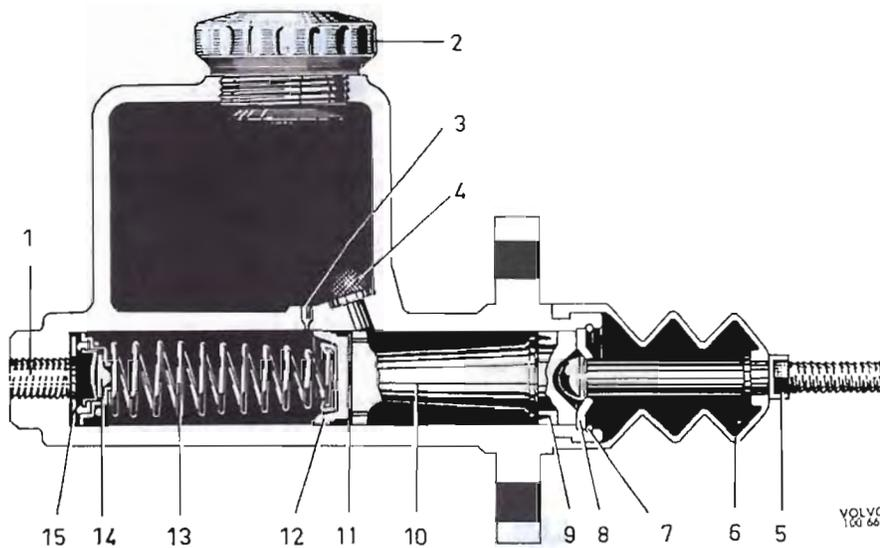

Abb. 37 Hauptzylinder, Einkreis-Bremsanlage
Der Aufbau des Hauptzylinders geht aus Abb. 37 hervor. Durch Bohrungen in der Scheibe (15) steht der Raum vor dem Kolben mit den Bremsleitungen in Verbindung, und zwar auch dann, wenn das Bodenventil geschlossen ist. In dieser Anlage kann daher bei Ruhelage der Bremsen kein angestauter hydraulischer Überdruck zurückbleiben.
1. Behälterdeckel (2, Abb. 37 u. 48) abschrauben und die Bremsflüssigkeit ausschütten.